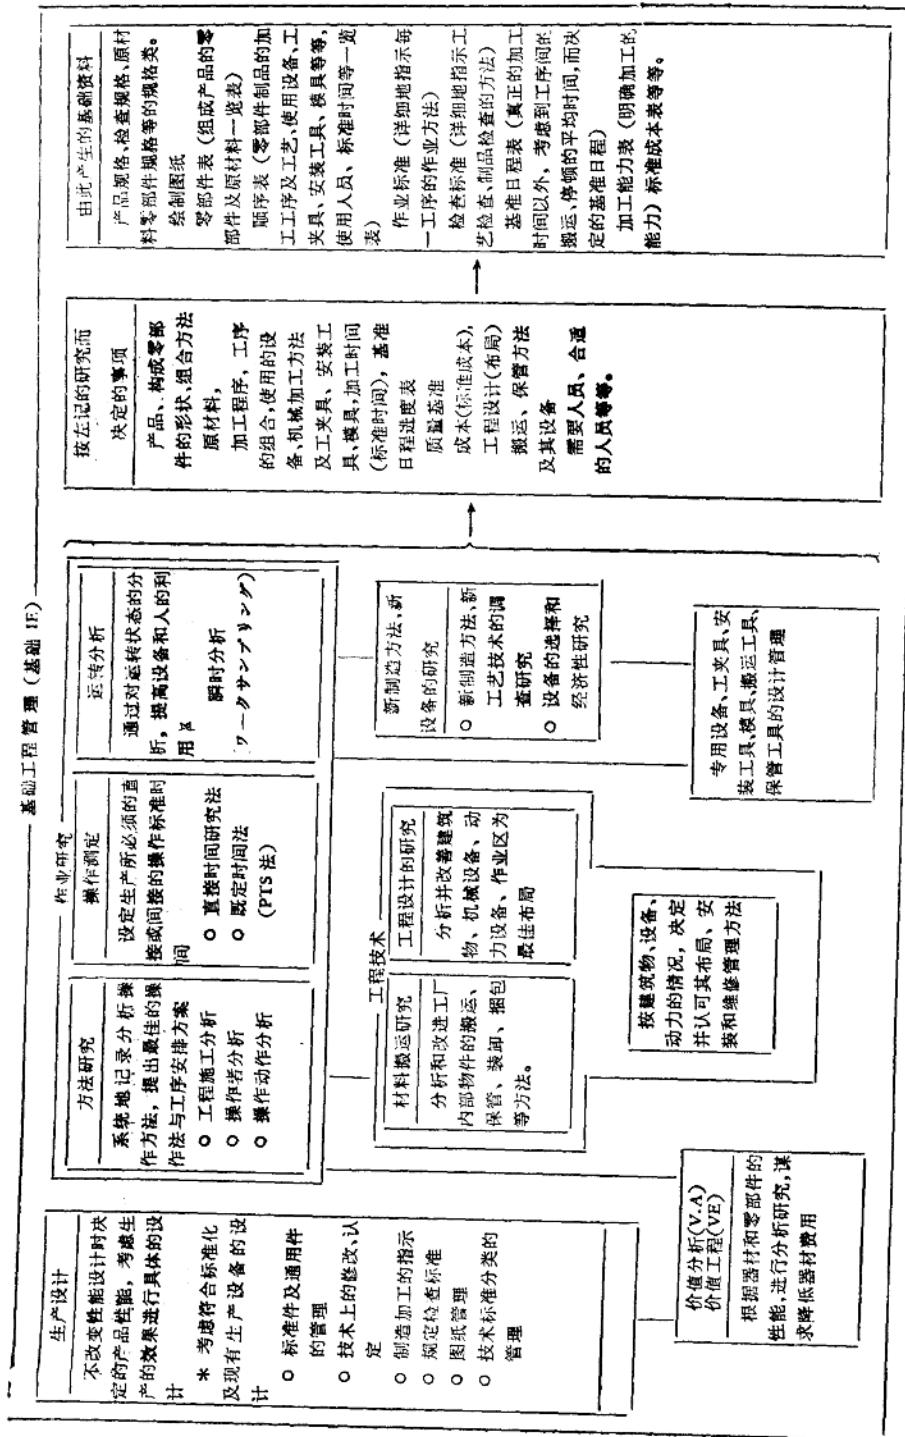

图 3 基础工程管理的体系
(4) VA、VE 价值分析或价值工程,这也是降低成本的主要方法。
(5) 基础工程管理是“IE”的研究课题。首先是确定制品的形状、组合方法和原材料。详见上图3。如果成本高,说明还存在一些问题待解决。如质量、加工问题与工厂管理都有联系。只有把“IE”、“QC”有机地联系起来,才能实现目标。日本丰田生产方式就是最好的管理方式。当然丰田也有个发展过程,50年代,丰田几乎要破产,很多员工被解雇,后来经过努力,才有今天的结果。
(6) 生产管理的基础资料。如“基础工程管理”表中所示,工厂没有基础资料,经营就搞不好。每个工厂都应有基础资料,要有制作的设计图纸,日本企业的品种很多,没有设计图纸就乱了,图纸管理必须整齐清楚。另外,不论是检查制品规格还是其它工作,设计图纸乱了都是不行的。零部件表的管理也很重要,当然,若只生产一个品种,时间长了,脑子里就有印象了,但多种品种必须有设计图纸。丰田一个轿车用的部件达2万件,光是管理零部件就要用电子计算机来管理,还要有工艺流程表。工艺规程(日本叫作业标准)也很重要,其重要性甚至可放在质量标准之上。日本也有的企业,有工艺规程,但做不到。如果工艺规程光挂在牌子上而不实行就一点意义也没有。